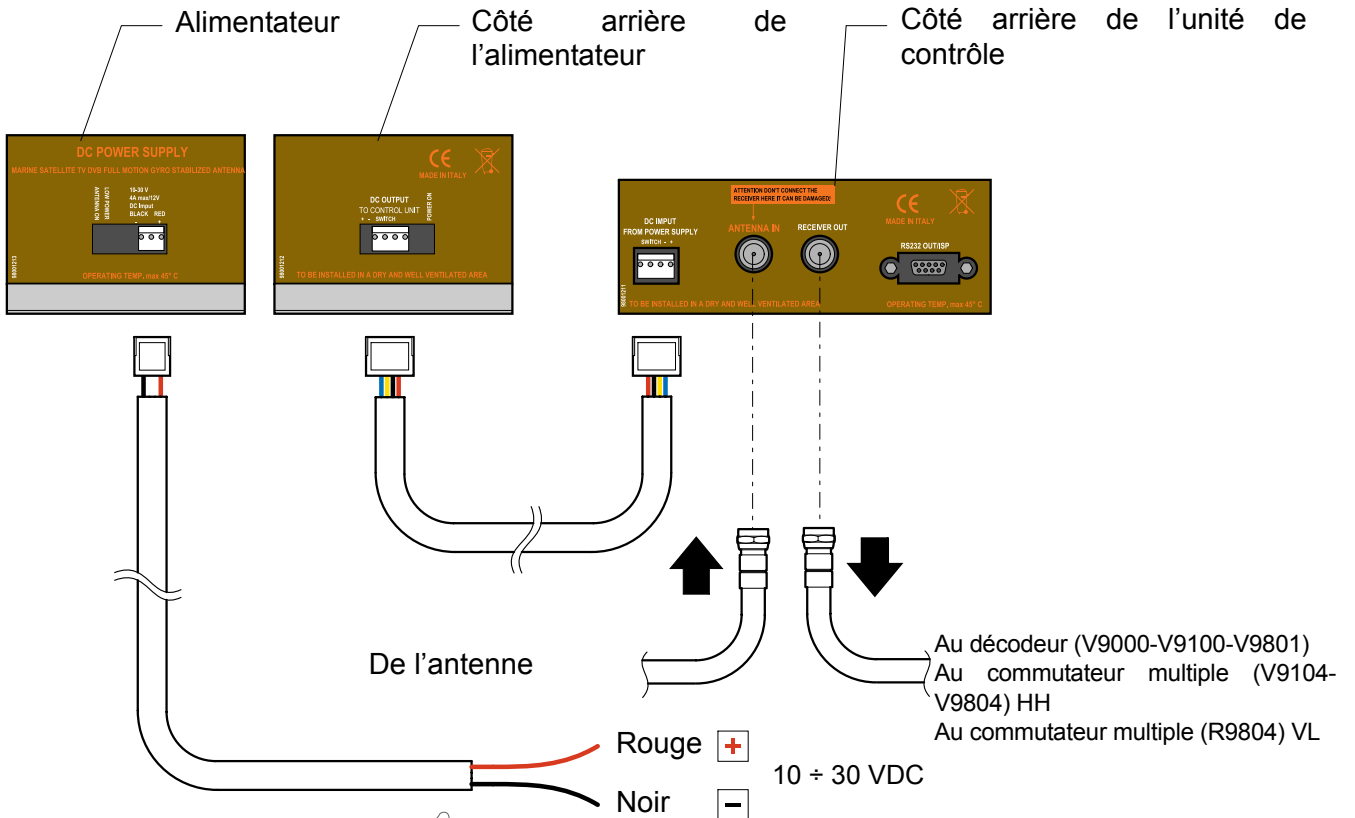

Fig. 16
8. Brancher les câbles à l'amplificateur de ligne (si présent), au commutateur multiple (si présent), au(x) récepteur(s) (non fourni), comme indiqué dans la Fig. 1, Fig. 16, Fig. 19.